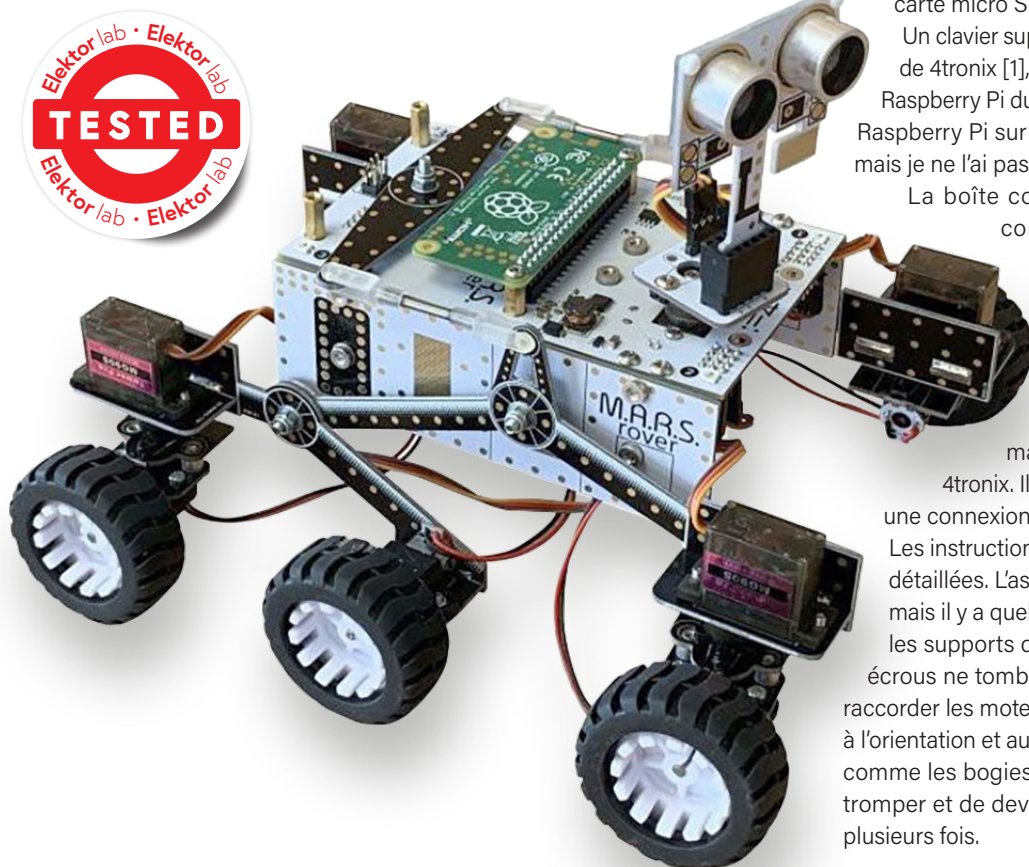

Figure 1. Utilisez vos propres tournevis.
- Utilisez de vrais tournevis (**figure 1**).